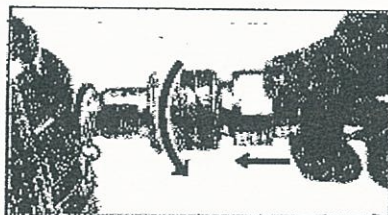

図1
3.1 戻しハンドルを左(←DOWN)にまわしたのち、油圧ホース先端の雄カップラをシリングの雌カップラに確実に接続します。(図1)